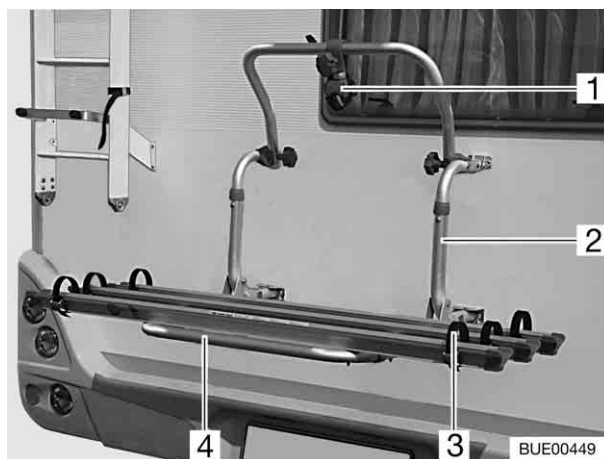

Fig. 202 Porte-vélos, non abaissable
Le porte-vélos (Fig. 202,2) permet de transporter aisément 2 vélos sur le camping-car. Une extension à 3 vélos est possible.
- Rabattre l'arceau télescopique pivotant (Fig. 202,4).
- Placer les vélos et sangler avec la courroie Quick (Fig. 202,3).
- Fixer l'entretoise Bike-Block (Fig. 202,1) sur le cadre du vélo extérieur.